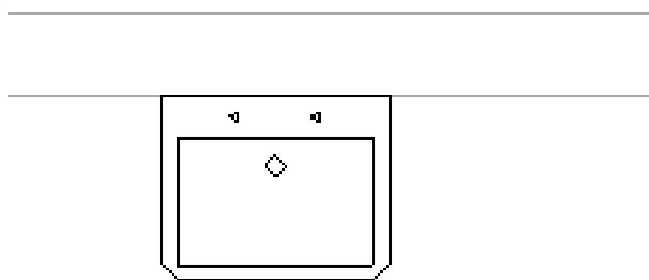

图3-112
(1) 首先绘制一堵墙，再绘制一个基于面的卫浴装置洗脸盆，如图3-112所示。